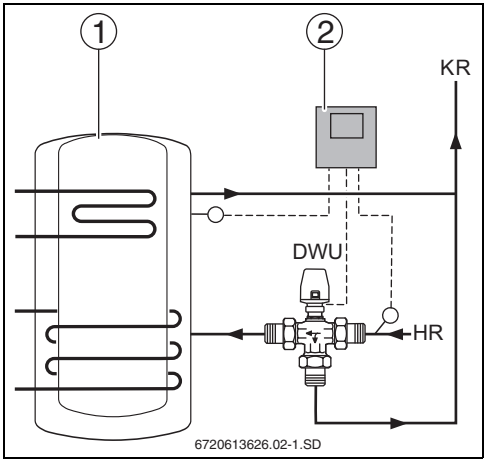

Fig. 7 Aumento da temperatura de retorno
- Instalar a válvula de 3 vias no tubo de retorno entre o termoacumulador intermédio ou termoacumulador combinado (→ Fig. 7, pos. 1) e a caldeira de aquecimento, conforme a seguinte tabela.